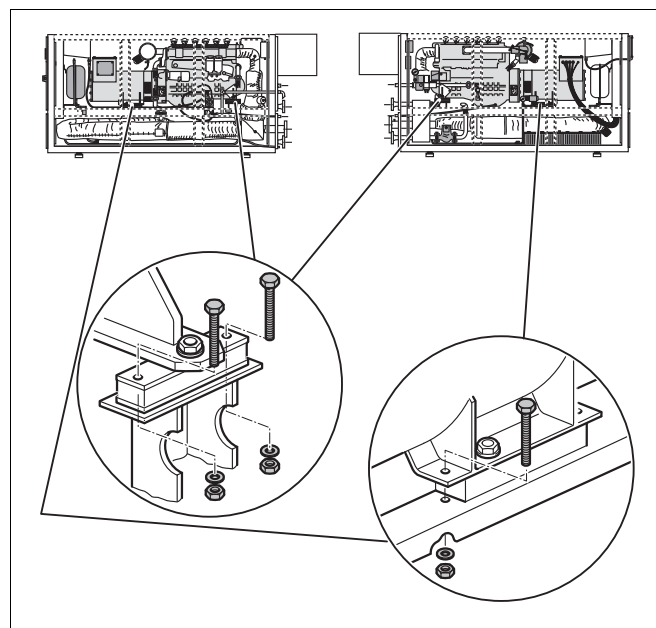

Рис. 6 Снять четыре транспортных предохранителя (по два болта на каждый) с упругих опор двигателя и генератора (пример: Logano E 1306 DN-100)
- Снять четыре транспортных предохранителя (по два болта на каждый) с упругих опор двигателя и генератора (рис. 6).